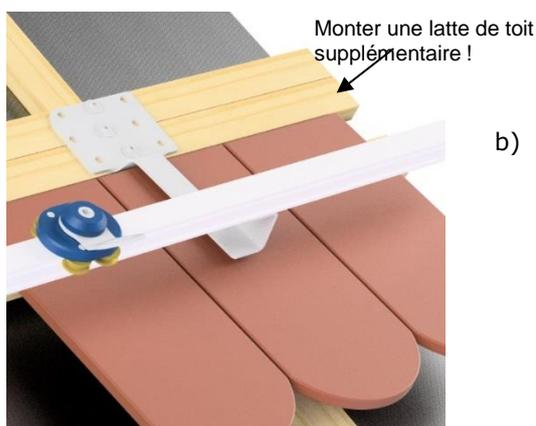

Fig. 2
b) Support **SD-B** (toit en tuiles plates arrondies) : voir figure 2